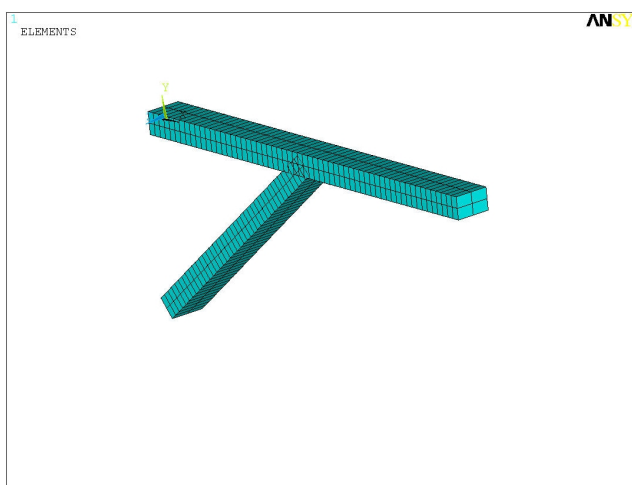

Рис. 2.10. Конечно-элементная модель
3) Для генерации конечных элементов по линиям заходите **PrPr** → **Meshing** → **Mesh** → **Lines** → **Pick All**. Чтобы отобразить конечные элементы балочного типа (рис. 2.10) необходимо сделать следующее: **UM** → **PlotCtrls** → **Style** → **Size and Shape** → **Display of Element** → **On**;